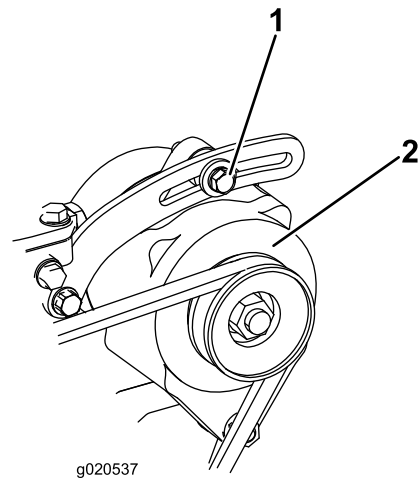

Bild 66
1. Lockern Sie bei einer Durchbiegung von mehr oder weniger als 10 mm die Befestigungsschrauben der Lichtmaschine (Bild 66).